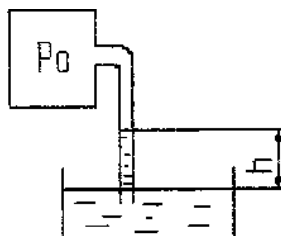

Рисунок 2
2. До резервуара, заповненого газом з тиском P_0 , приєднана трубка опущена в посудину з ртуттю. Необхідно визначити тиск P_0 в резервуарі, якщо ртуть піднялась у трубці на висоту h . (Рис. 2)
3. До резервуара, заповненого газом з тиском P_0 , приєднана трубка, опущена в посудину з ртуттю. Необхідно знайти висоту h , на яку піднімається ртуть у трубці, якщо вакуум у резервуарі становить P_0 , а атмосферний тиск - $P_{атм}$ (Рис. 2).